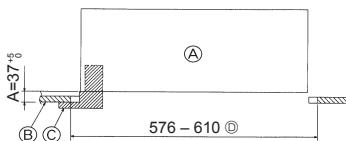

Fig. 5-2
5.2 Förberedelse för fäste av gallret (Fig. 5-2)